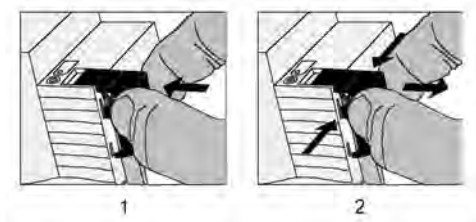

Bild 5: Abdeckkappe anbringen / entfernen
- Abdeckkappe anbringen (A): Die Abdeckkappe wird über die Busklemme geschoben (siehe Bild 5), bis sie spürbar einrastet.
- Abdeckkappe entfernen (B): Die Abdeckkappe wird entfernt, indem sie seitlich leicht eingedrückt und nach vorne abgezogen wird.